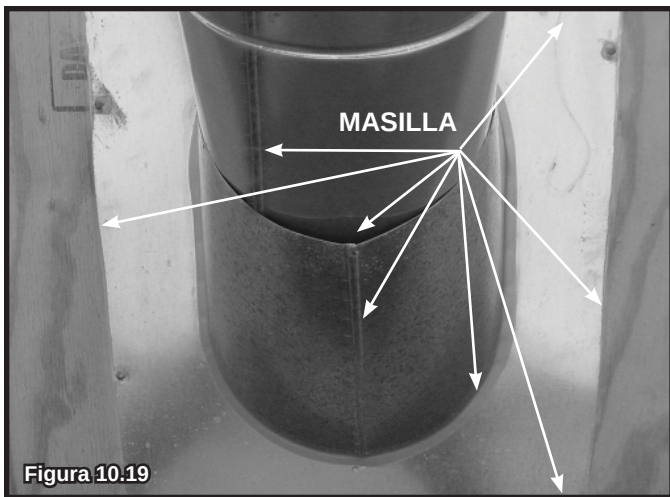

Figura 10.19
- Deslice el tapajuntas para tejados sobre las secciones de conducto que se extienden por arriba del tejado como se muestra en la Figura 10.19.
- Aplique masilla en el perímetro del tapajuntas en hace contacto con el tejado. Consulte la Figura 10.19.